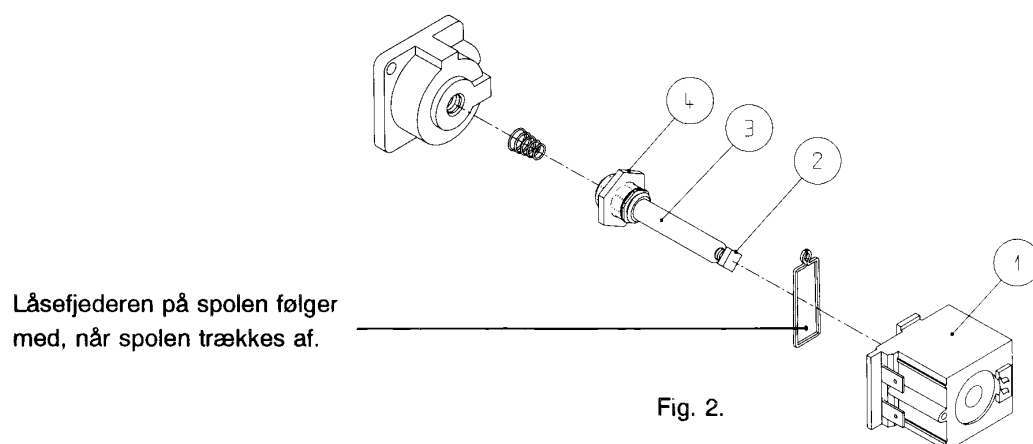

Fig. 2.
- Spolen på modulatoren trækkes af. Fig. 2 pos. 1.
- Skru min.skruen i bund. Fig. 2 pos. 2.
- Juster max.trykket ved at løsne kontramøtrikken. Fig. 2 pos 4.
Drej på spindelen, Fig. 2 pos. 3 til det ønskede dysetryk. 8,5 mbar.
- Spænd herefter kontramøtrikken. Fig. 2 pos. 4.
- Min.justerskruen drejes udaf. Fig 2 pos. 2.